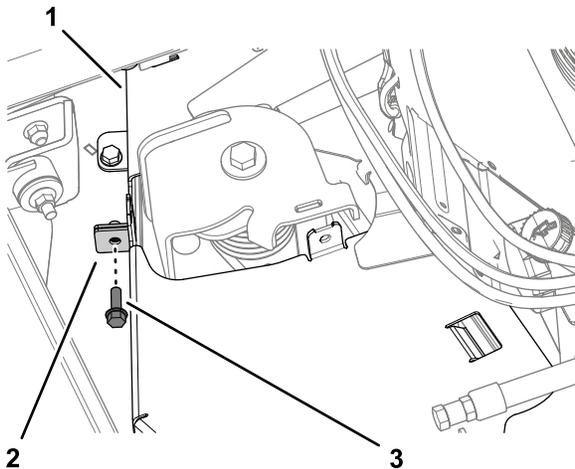

Figura 35
2. Remova o parafuso que prende as flanges da cobertura da correia como se mostra na Figura 35.